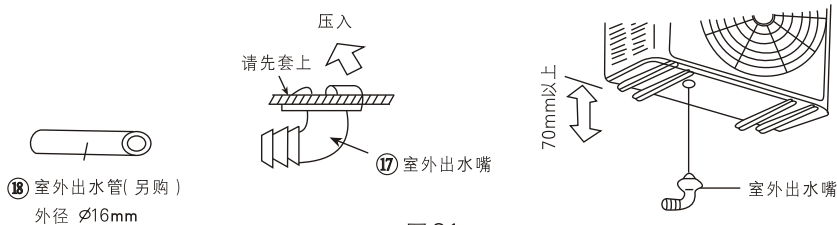

图 31
- 2 欲利用出水孔将冷凝水导出时，请将机体在安装后沿换热器均匀地注入适量的水，观察底盘上三个出水孔的出水量。然后依图 31 所示将附件 ⑰ 室外出水嘴安装在出水量最多的孔中，再套上附件 ⑱ 室外出水管，使之朝向最合适的位置，最后用附件 ⑯ 出水孔闷堵将其余两孔堵住。